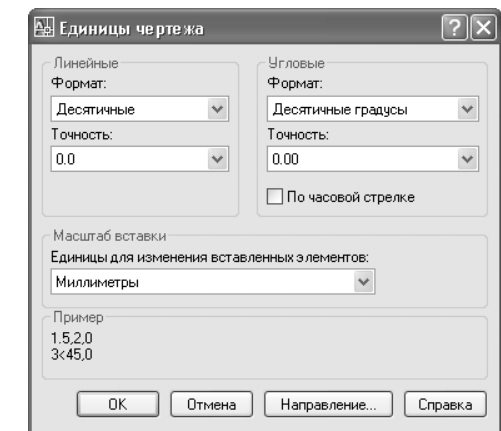

Рис. 3.3 ▼ Диалоговое окно **Единицы чертежа** (Drawing Units) после настройки параметров единиц измерений
2. Выберите из раскрывшегося списка элемент **0.00**. Теперь параметры диалогового окна **Единицы чертежа** (Drawing Units) показывают, что в чертеже будет использоваться система десятичного представления линейных единиц (**Десятичные** (Decimal)) с точностью 0.1 мм и система десятичного представления угловых единиц, выраженная в градусах и десятичных долях градуса (**Десятичные градусы** (Decimal Degrees)), с точностью 0.01 градуса (рис. 3.3).